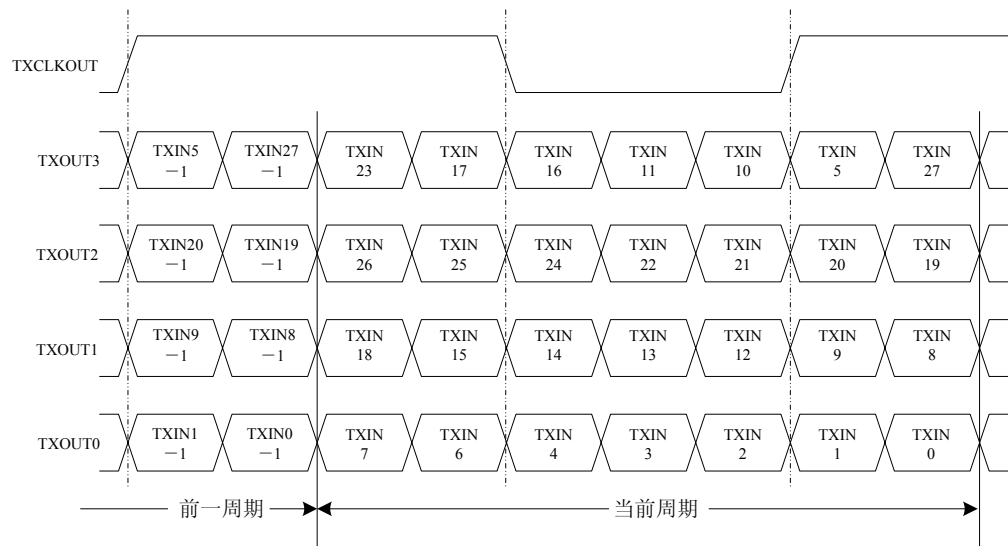

图 5 输出串行数据流与同步时钟关系图
2) 输出的 4 路串行数据流与同步时钟对应时序关系如下图 5 所示：